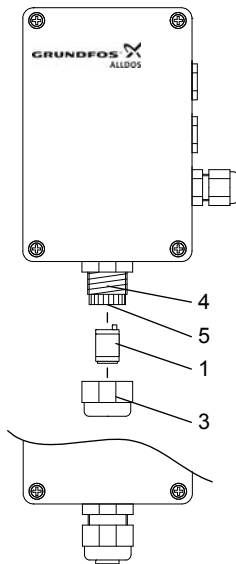

**Abb. 4** Kurzschlussbrücke entfernen
1. Sensorelement (1) aus der Verpackung nehmen.
2. Steilheit des Sensorelementes ablesen (in Abb. 4 mit einem Pfeil angezeigt), und für spätere Justierung des Gaswarngerätes notieren.
3. **Achtung:** Kurzschlussbrücke (2) am Sensorelement (1) entfernen. Siehe Abb. 4.